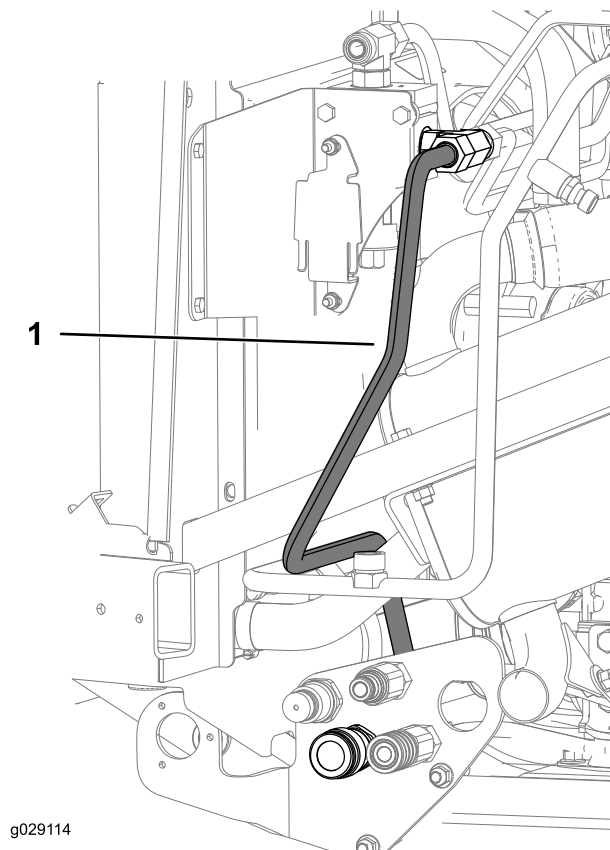

Figura 23
3. Montate il tubo idraulico B proveniente dal raccordo dell'adattatore a T (5/8 poll., maschio) del gruppo del collettore destro sul giunto della piastra (4,02 poll.) del gruppo della piastra, come illustrato nella Figura 23.